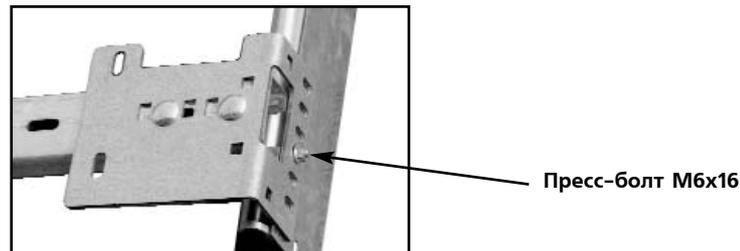

Рис. 19. Установка перемычки
- 4) Закрепить перемычку к стойкам (рис. 19), для чего отвернуть гайки нижних пресс-болтов М6х16, крепящих вертикальную направляющую к опорной стойке, установить перемычку, установить и затянуть гайки ключом.